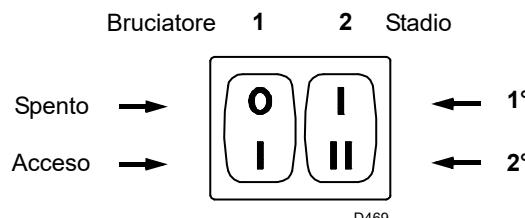

Fig. 19
- Avviare il bruciatore chiudendo i telecomandi e con l'interruttore 1)(Fig. 19) in posizione "ACCESO". La pompa deve girare nel senso della freccia riportata sul coperchio.
- Quando il gasolio fuoriesce dalla vite 4) o 8) la pompa è innescata. Fermare il bruciatore: interruttore 1)(Fig. 19) in posizione "SPENTO" ed avvitare la vite 4) o 8).